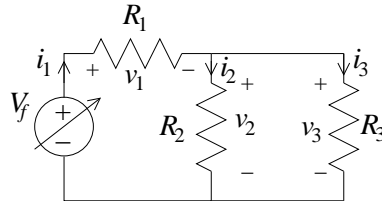

Figura 1.19: Circuito del Ejemplo IV.5
*Solución:* Vamos a calcular la potencia en cada resistor. Para ello, obtenemos la tensión  $v_k$  y corriente  $i_k$  en cada resistor,  $k = 1, 2, 3$ . Véase la Figura 1.19.